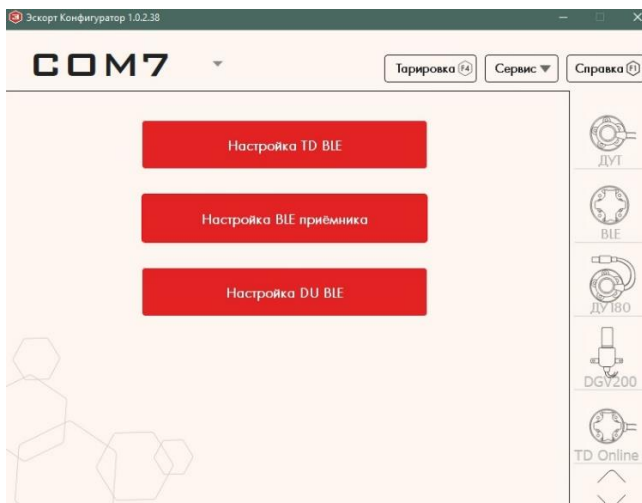
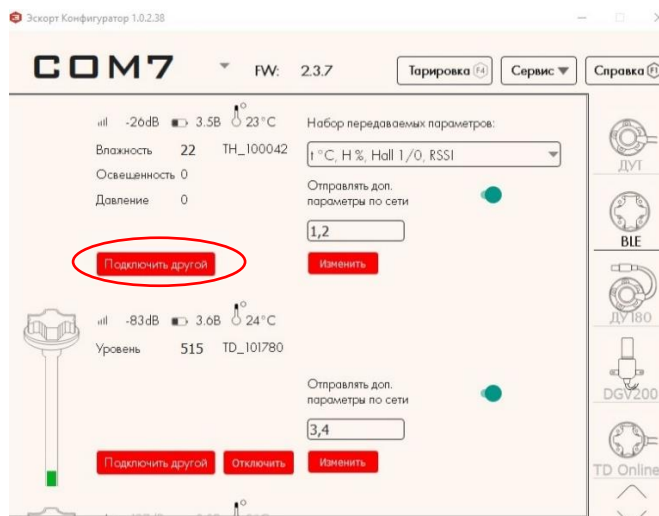
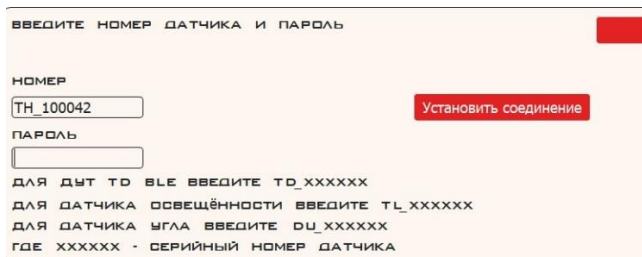

Рисунок 23 – Выбор режима настройки
Рисунок 24 – Окно отображения подключенных ранее устройств
Рисунок 25 – Окно подключения нового устройства
2.4.4 В появившемся окне нажмите «**Настройка BLE приемника**» (рисунок 23), высвечиваются последние подключенные к BLE-Base устройства (рисунок 24), для подключения нового устройства необходимо нажать кнопку «**Подключить другой**», появится окно подключения нового устройства, ввести номер датчика к которому необходимо подключиться, нажать «**Установить Соединение**» (рисунок 25).